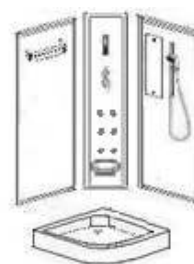

Рис.9a (размеры 80,90,100)
3.2*. Сборка задних стенок для душевых кабин DUNAY 110/26,46, DUNAY 120/26,46, DUNAY 120/90/26,46 (рис. 9a, 9б)